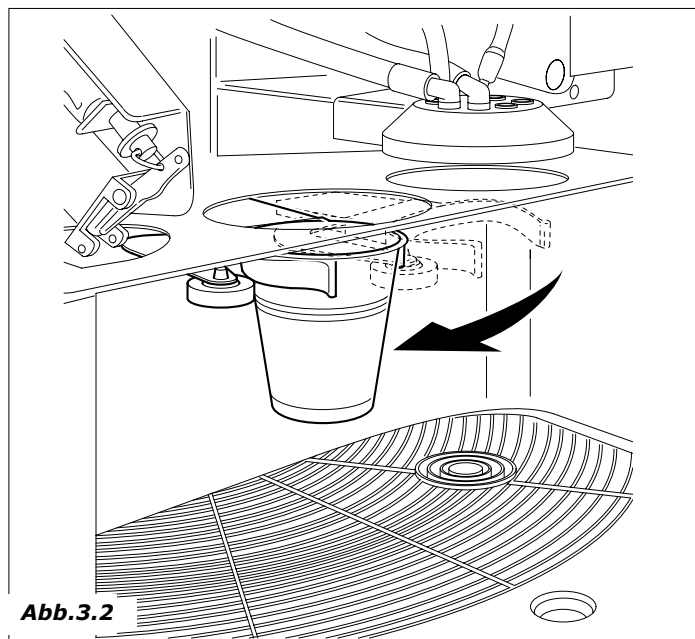

Abb.3.2
- Der Becher-Zuordner geht aus der Standby-/Ausgabe-Stellung in die Bechermagazin-Stellung (Abb. 3.2).